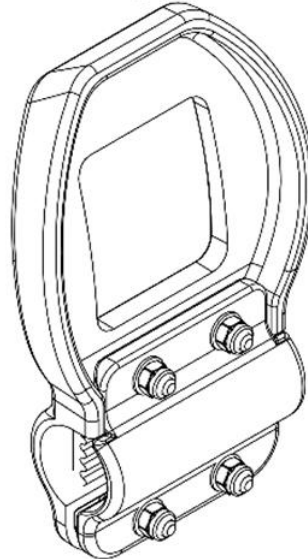

Fig. 3b
- fig. 3b – uchwyt w widoku perspektywicznym z tyłu od góry w trzeciej odmianie;